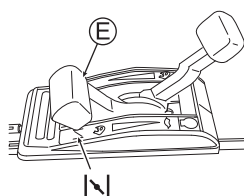

Fig. 11
- 3 Coloque a alavanca do acelerador (E) na posição de afogador "N". (Veja a fig. 11) (O motor pode ser acionado com a alavanca em " " quando está quente.)